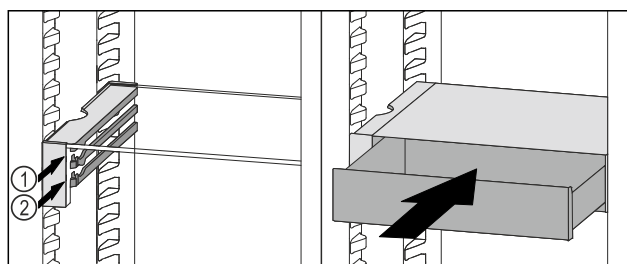

Fig. 94
- ▶ Założyć szufladę VarioSafe za stoperami na wybranych żebrowaniach Fig. 94 (1) lub Fig. 94 (2).